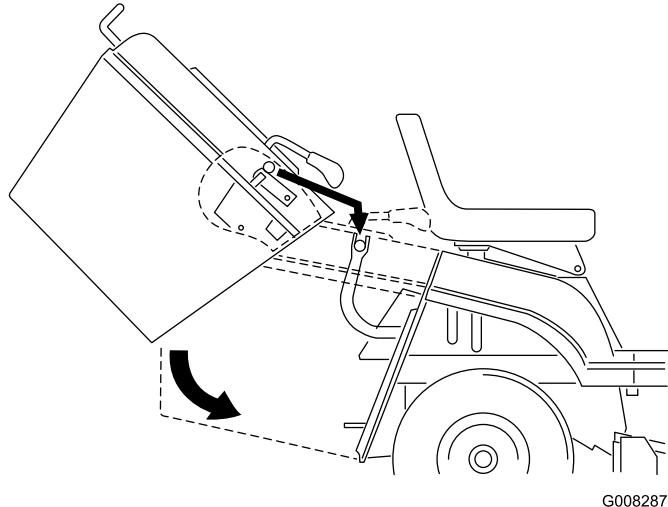

Figura 34
- Usando ambas manos, incline el recogehierbas hacia adelante (Figura 34).
- Incline el recogehierbas hacia adelante aproximadamente 40 grados, y deslícelo sobre los dos soportes de la parte trasera de la máquina (Figura 34).